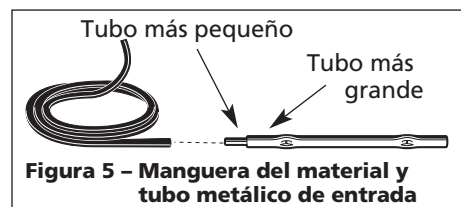

Figura 5 – Manguera del material y tubo metálico de entrada
- Asegúrese que la manguera del material sea sujeta fuertemente al tubo más pequeño (y no toque el tubo más grande) del tubo metálico de entrada (v Figura 5).